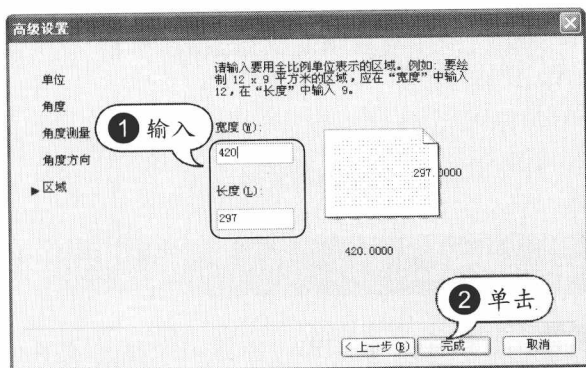

图 1-6 设置绘图区域
STEP 06 设置绘图区域。输入图纸的宽度和长度，然后单击“完成”按钮，如图 1-6 所示。